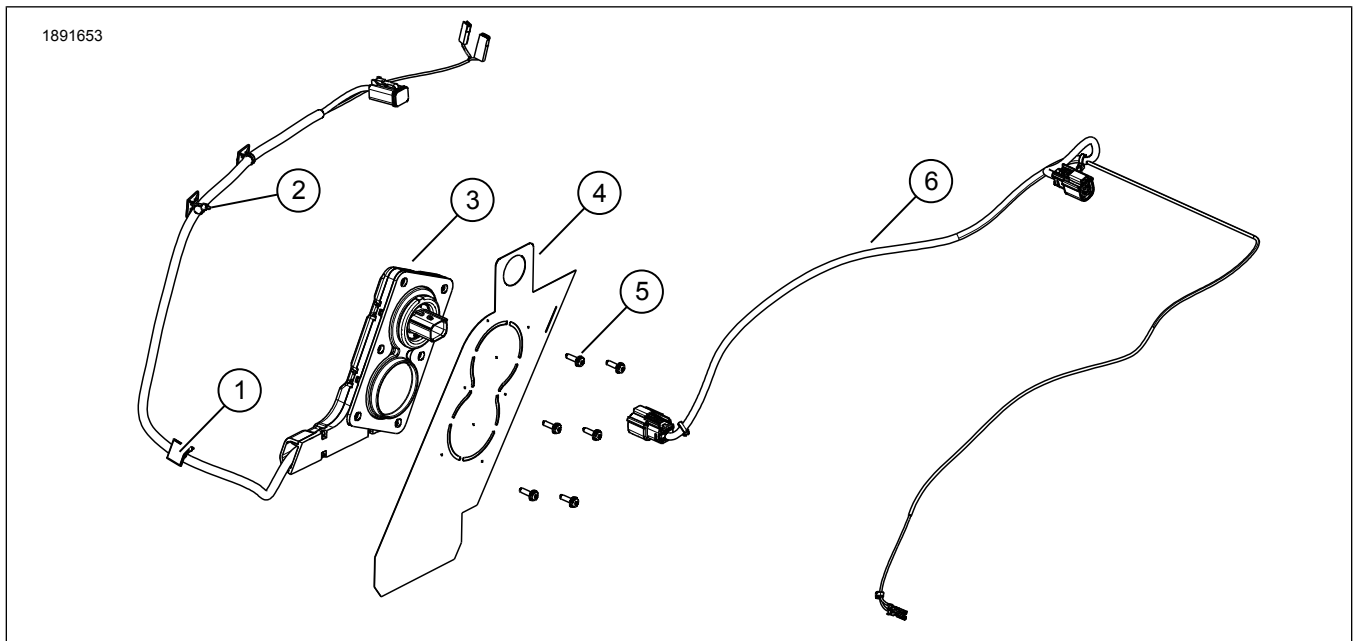

Figura 1. Conținut kit: Kit instalare subwoofer secundar sistem audio Harley-Davidson dezvoltat de Rockford Fosgate
- a. A se vedea figura 1. Conectorul original pentru difuzor/cablaj de blocare cu 6 căi stânga [288B] este înlocuit cu conectorul cu 8 căi de la cablajul subwooferului secundar (6).
3. A se vedea figura 1. Dacă este echipat cu încuietori electrice, scoateți dopurile de etanșare din cavitățile 1 și 2 de la desaga din partea stângă și conectorul panoului cu 8 căi [288A] (3).